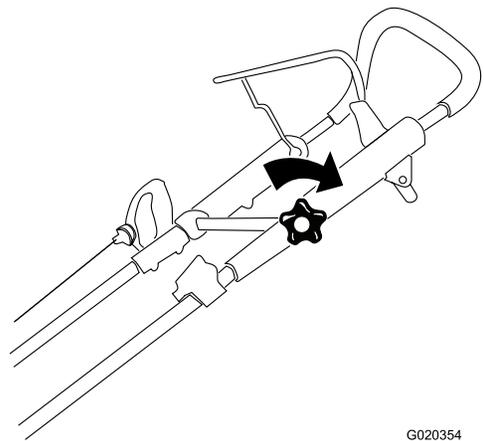

Figura 4
4. Mueva el manillar superior a la posición deseada y apriete firmemente el pomo del manillar superior (Figura 4).